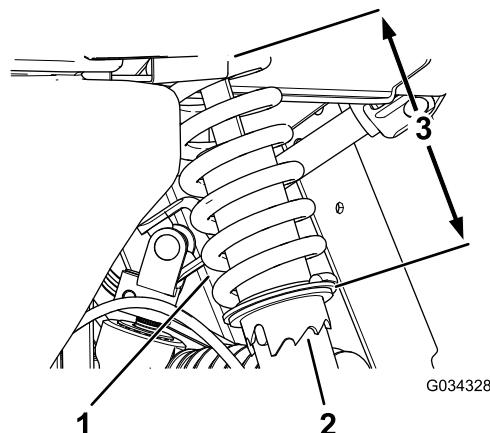

图 45
- 使用 6010 号 Toro 工具旋转减震器上锁止环改变弹簧的长度 图 45。